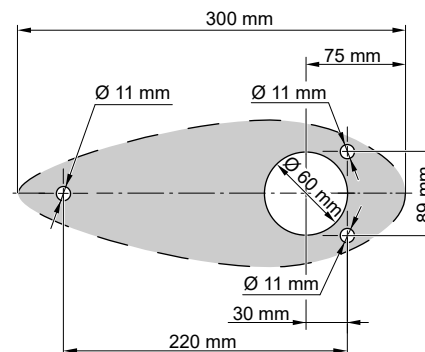

Fig. 7: Mått
1. Borra fyra hål för att montera poden i skrovet, **Se "Fig. 7: Mått"**. Använd om nödvändigt det anpassade utjämningsblocket som bormall.
2. Sätt utjämningsblocket (4) på monteringsflänsen (5).